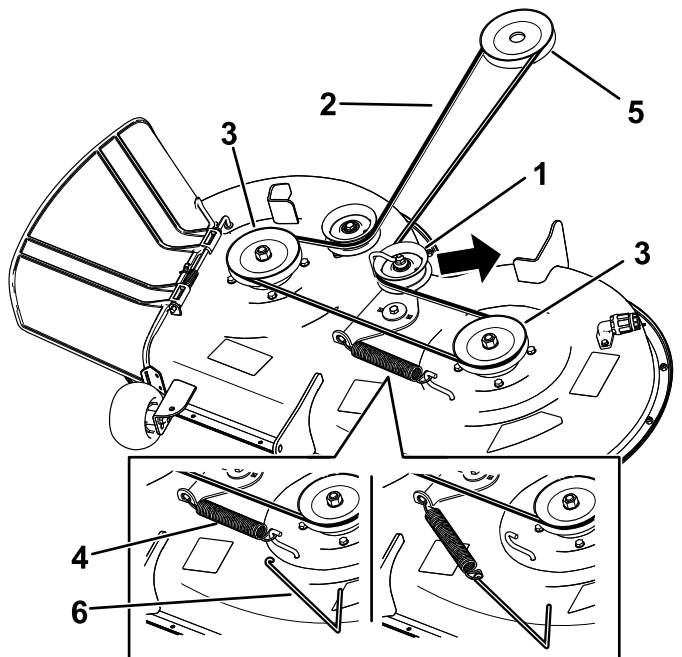

Figure 57
6. À l'aide d'un outil de dépose de ressort (réf. Toro 92-5771), décrochez le ressort du crochet sur le tablier pour détendre la poulie de tension et déchaussez la courroie des poulies (Figure 57).
7. Acheminez la courroie neuve autour des poulies du moteur et du plateau de coupe (Figure 57).
8. À l'aide d'un outil de dépose de ressort (réf. Toro 92-5771), accrochez le ressort à l'ergot sur le plateau pour tendre la poulie de tension et la courroie de plateau du coupe (Figure 57).